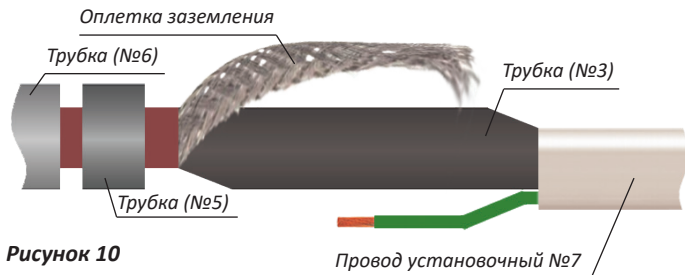

Рисунок 10
6.10. Надвинуть на изоляцию трубку (№3) и термоусадить её пистолетом горячего воздуха, при температуре $+230^{\circ}\text{C}$ (рис.10).